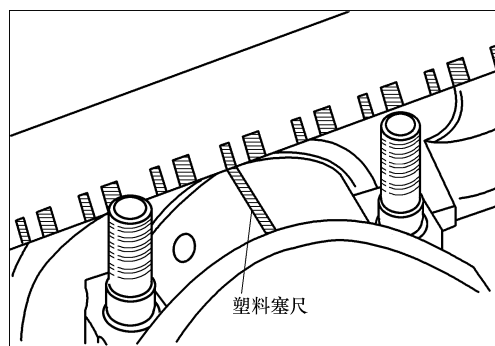

图 2-132 测量曲柄销间隙
② 如图 2-132 所示，将塑料线间隙规切成与轴承宽度相同的长度，然后放在曲柄销上，使其与轴中心线平行。